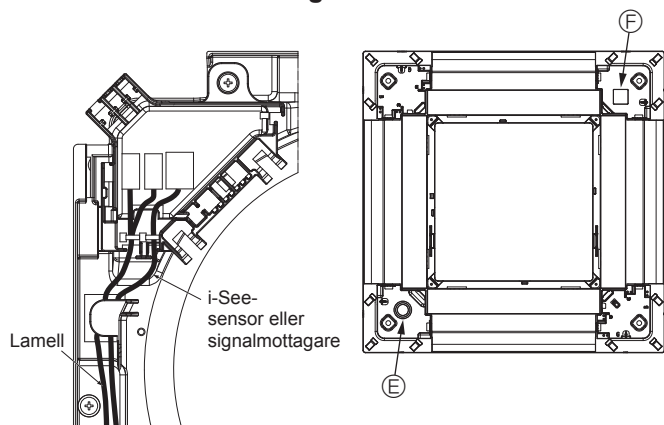

Fig. 10-13
- Dra i-See-sensorns och signalmottagarens ledningar som visas i Fig. 10-13.